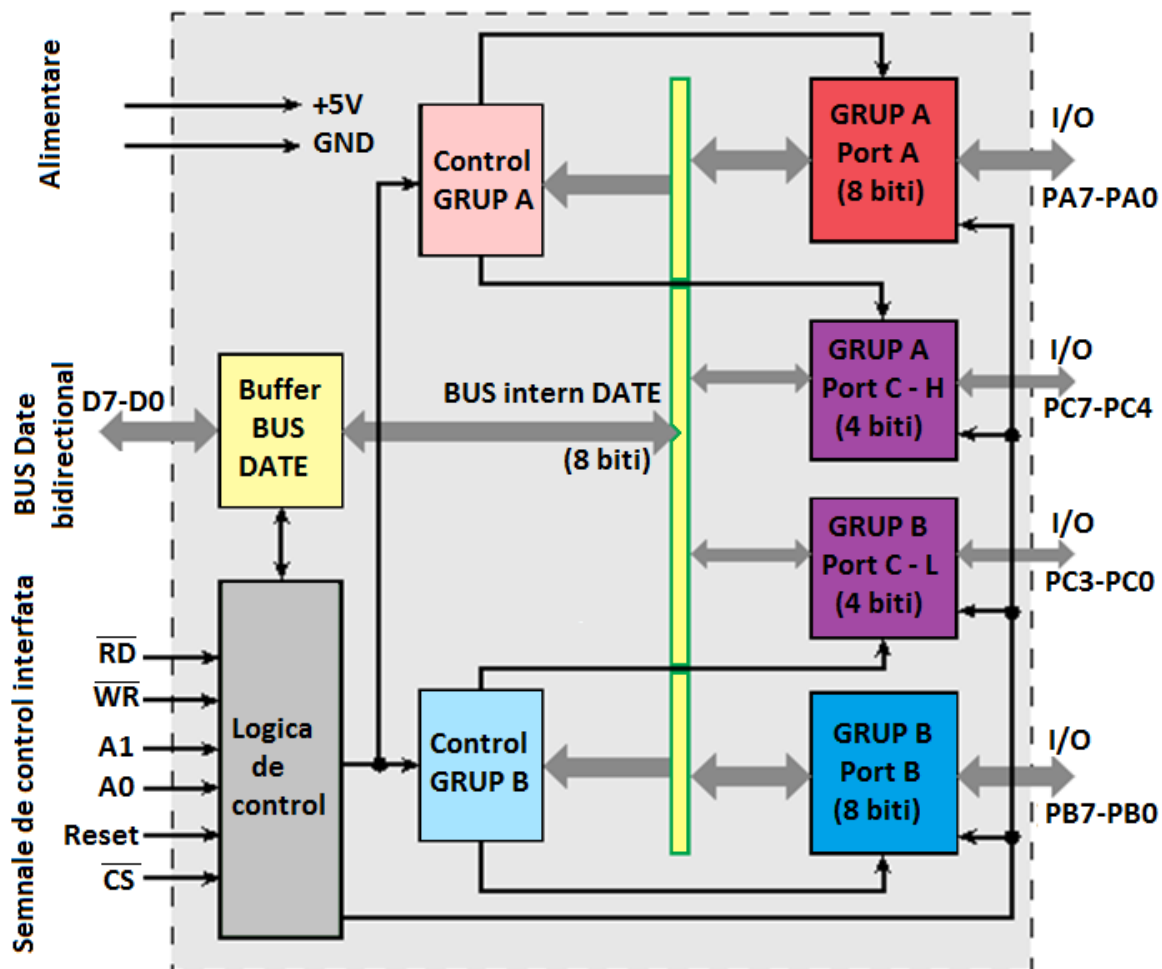

Figura 8.1 Schema bloc internă a circuitului 8255
Circuitul are 40 pini, iar în interior, așa cum se poate observa și din Figura 8.1, are 3 porturi de câte 8 biți fiecare, denumite: port A (PA), port B (PB) și port C (PC). Portul C poate fi folosit 1) divizat în 2: parte Low și parte High, fiecare parte putând fi configurată ca intrări (In) sau ieșiri (Out), deci rezultă 2 porturi de 4 biți sau poate fi folosit 2) divizat în 8: fiecare pin poate fi configurat individual ca intrare (In) sau ieșire (Out) => 8 porturi de câte 1 bit. Porturile PA, PB, PC pot fi programate individual ca porturi de intrare sau ca porturi de ieșire, prin intermediul celor 2 blocuri de control: *Control GRUP A* și *Control GRUP B*. Busul de date este pe 8 biți (D7 – D0) și se folosește pentru a transfera date sau informație de control sau stare între CPU și porturile I/O. Logica de control este necesară pentru selecția circuitului, comanda operațiilor de citire sau scriere și programarea circuitului.
Modul în care se va comporta circuitul 8255 va fi decis de octetul care se va înscrie în **Registrul de Control (RC)**, aflat la Adresa de bază +3. Circuitul 8255 este văzut de către microprocesor asemănător TIMER-ului 8253, ca un port de I/O sau mai bine spus la 4 adrese de port diferite: AB, AB+1, AB+2 și AB+3 (dacă A1A0 ai PIO ar fi conectați la A1A0 ai Busului de Adresă (BA) al sistemului). Activarea circuitului pentru a fi funcțional se realizează prin activarea unui pin numit /CS (activ pe 0), iar în general acest pin este activat printr-o ieșire a unui circuit numit „decodificator de adresă”. Procesul prin care se află combinația de biți de adresă care activează acest semnal /CS sau regiștrii interni ai circuitului se numește „decodificare de adresă”. Astfel, în funcție de circuitul care se conectează în sistem, în procesul de decodificare al adresei pot fi implicați doar c.m.p.s. 8 biți sau c.m.p.s. 16 biți ai adresei (nici un port de I/O nu poate avea o adresă care să se scrie cu mai mult de 16 biți). Așa cum se vede în Figura 8.1, circuitul 8255 are (asemănător TIMER-ului 8253) 2 pini de adresă A1 și A0 prin intermediul cărora (4 combinații, așa cum arată Tabelul 8.1) se vor accesa regiștrii (în acest caz numiți „porturi” PA, PB și PC, resp. RC) lui interni. În Figura 8.3 este prezentată o modalitate de conectare a circuitului 8255 la procesor, în ceea ce privește selecția circuitului: observați că liniile A1A0 ale PIO au fost legate la liniile A2A1 ale BA. Semnalul de pe pinul /CS se va activa și astfel va activa circuitul PIO atunci când ieșirea porții NAND va furniza 0 la ieșire, sau așa cum se observă din Tabelul 8.2 atunci când pe BA apare combinația de biți de adresă 1100 0xx0b, deci adresele C0h (pentru PA), C2h (pentru PB), C4h (pentru PC), C6h (pentru RC). Semnalele /RD și /WR ale 8255 sunt conectate la cele corespunzătoare ale sistemului, gestionate de procesor: /IORD și resp. /IOWR.